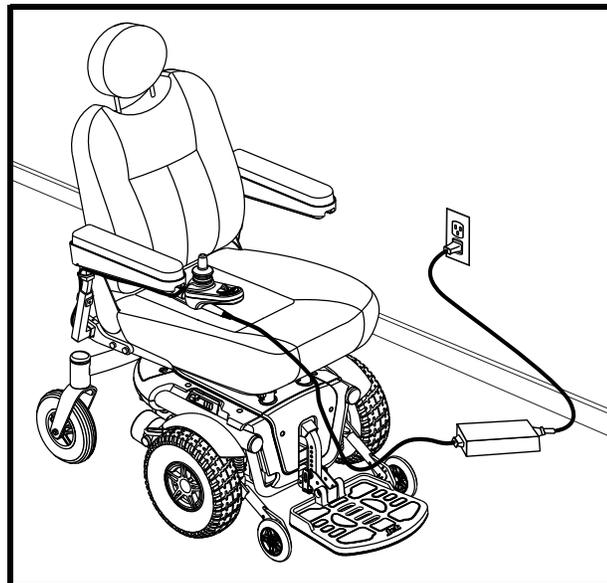

Figure 25. Recharge des batteries
3. Branchez le connecteur à 3-fiches du câble du chargeur externe dans le réceptacle de programmation/chargeur sur le contrôleur. **Voir la figure 25.**